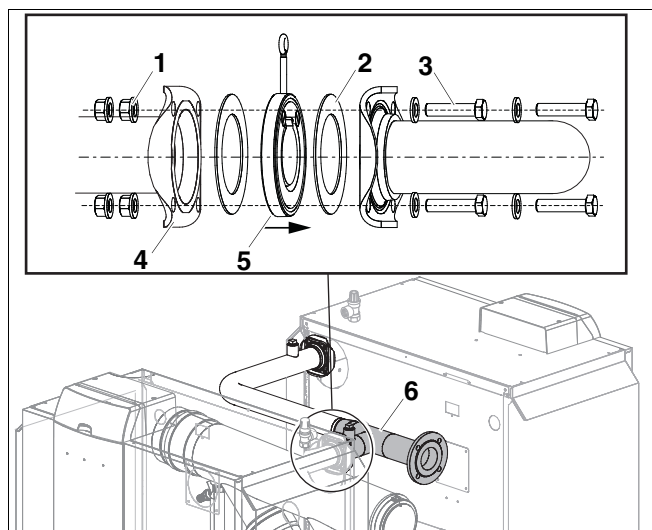

Fig. 6 Montaggio del tubo di mandata sulla seconda caldaia
- La valvola unidirezionale (fig. 6, [5]) va montata sulla mandata nella direzione di flusso.
- Disporre la guarnizione (fig. 6, [2]) sulla valvola anti-ritorno.
- Avvitare la flangia del tubo di mandata (fig. 6, [6]) sulla flangia della mandata (fig. 6, [4]) della seconda caldaia servendosi di quattro viti (fig. 6, [3]) e dadi (fig. 6, [1]).